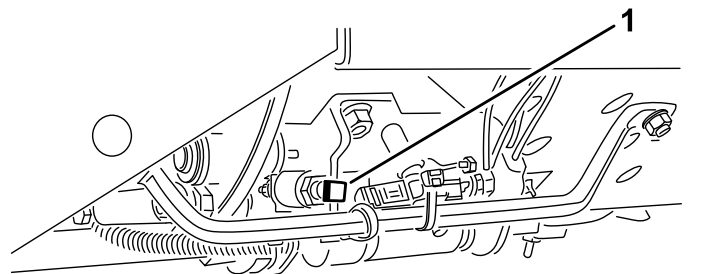

图 22
**重要事项** 剪草速度在出厂时设定为 9.7km/h。调节速度限位螺丝可以增加或降低剪草速度图 22。